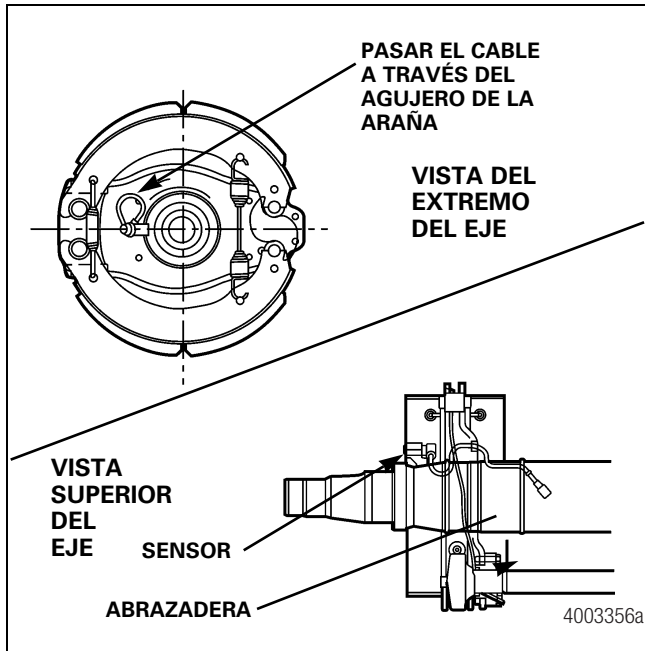

Figura 13.11
- Para ubicar el sensor en la parte inferior de un eje, es prioritario encaminar los cables del sensor hacia la parte superior del eje dentro del alojamiento del freno. Después, se encaminan a través del equipo del freno. Figura 13.11.
1. Los frenos de levas que se producen actualmente incorporan un agujero en la araña para el encaminamiento del cable del ABS. Figura 13.11.